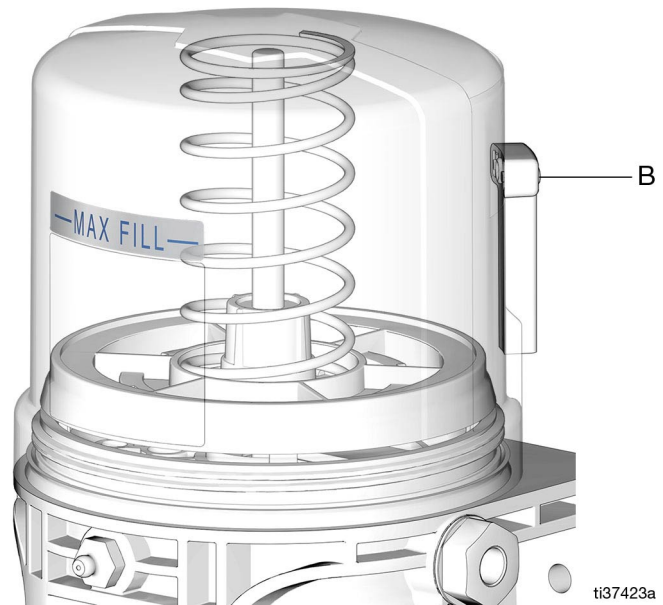

Рис. 20
3. Заполните резервуар консистентной смазкой NLGI до линии максимального уровня (Рис. 20).
ПРИМЕЧАНИЕ: Вентиляционную трубку (B) в качестве индикатора перелива не использовать (Рис. 20).